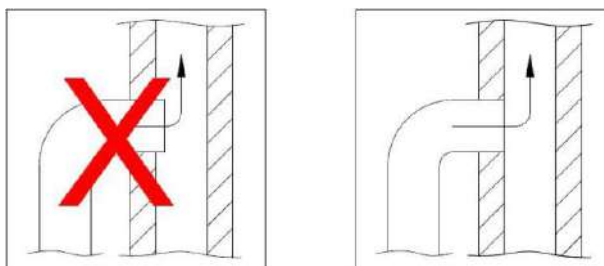

Figura 4
5. Quando si collega la stufa al camino, inserire il tubo di scarico nella stufa e fissarlo all'apertura all'interno del camino. La canna fumaria non deve attraversare l'apertura del camino stesso e deve essere allineata con l'interno della canna fumaria. Come illustrato nella Figura 4, il collegamento tra la muratura e la canna fumaria deve essere sigillato con materiali o listelli ignifughi.